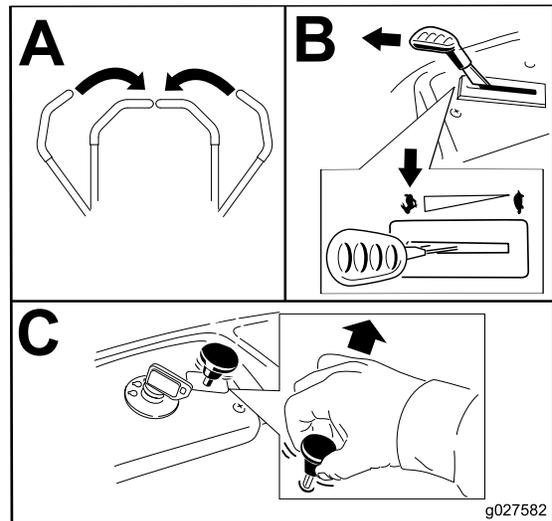

Figura 13
2. Mueva la palanca del acelerador a la posición de RÁPIDO (Figura 13).